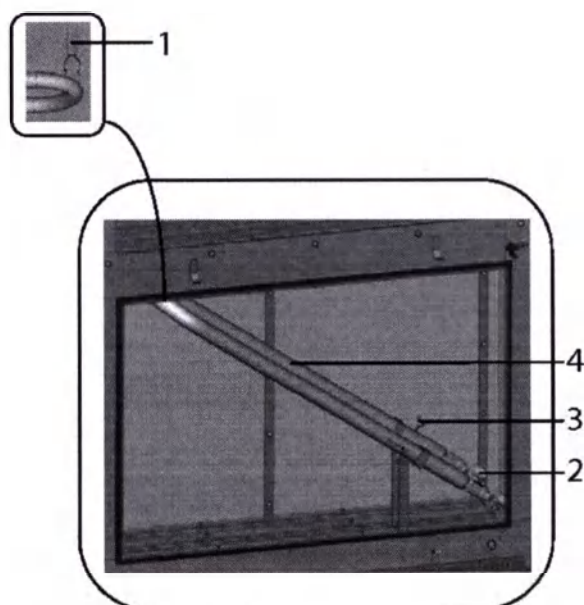

Рисунок 17.1 – Крепление УФ-лампы:
5. Открутить винт 3 (см. Рисунок 17.1), отсоединить разъемы 2 от ультрафиолетовой лампы 4.
6. Извлечь УФ-лампу 4 (см. Рисунок 17.1) из зажима 1.
7. Установить новую ультрафиолетовую лампу в зажим 1 (см. Рисунок 17.1).
8. Подсоединить разъемы 2 (см. Рисунок 17.1) к новой ультрафиолетовой лампе, закрутить винт 10.